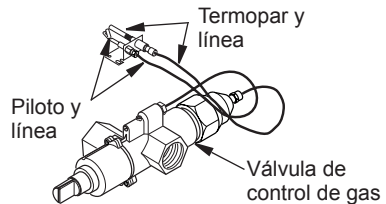

Figura 9 - Válvula de control de gas con termopar y piloto
2. Conecte la línea de gas del piloto a la salida de la válvula de control y apriétela. Conecte el termopar a la parte posterior de la válvula de control de gas. Consulte la figura 9. No lo apriete en exceso. Si utiliza propano o gas LP gas, consulte *Cómo cambiar el orificio del piloto* en la página 12.